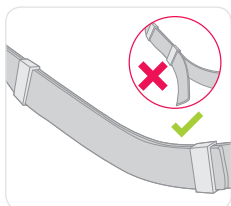

Figura 16
- Utilice los deslizadores de plástico para sujetar la correa sobrante. (Consulte la figura 16).